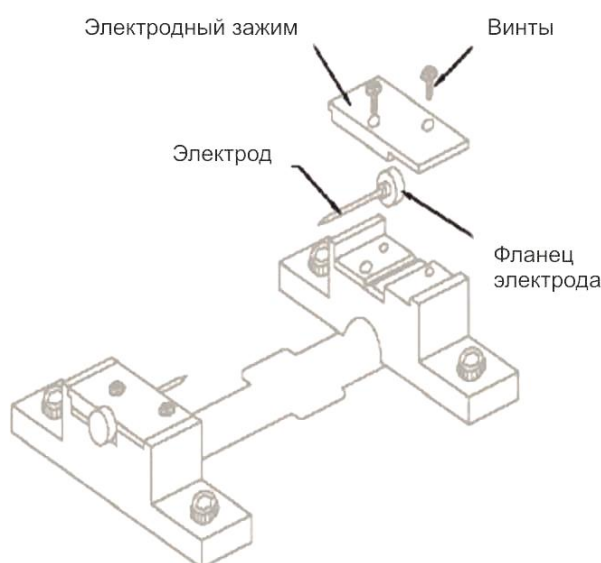

Рис. 4-5
- 2) Извлеките старые электроды. Данная процедура изображена на рис. 4-5.